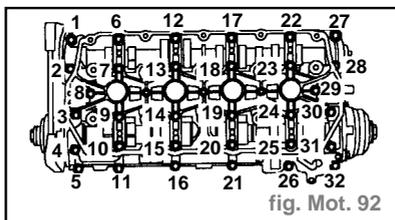

fig. Mot. 92
- Desserrer de 1 tour les 2 boulons maintenant chaque carter de calage variable sur le support d'arbre à cames (2).
- Dans l'ordre illustré, desserrer progressivement les boulons, noter les positions des 4 boulons plus longs et enlever les 32 boulons maintenant le support d'arbre à cames sur la culasse (fig. Mot. 92).